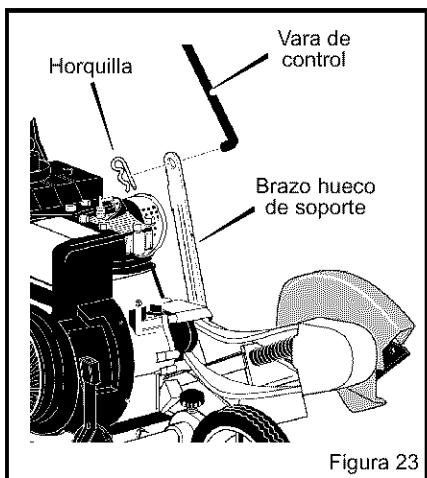

Figura 23
3. Inserte el extremo de la **vara de control** de izquierda a derecha a través del agujero en el **brazo hueco de soporte**. Sujete con la **horquilla** que viene en la bolsa de partes. Ver la Figura 23.